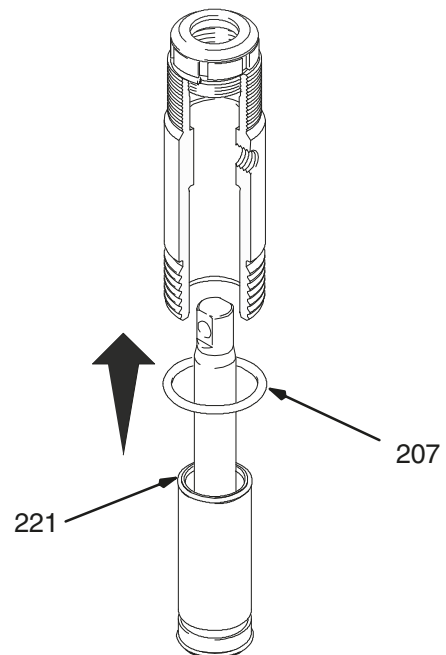

Fig. 17
Fig. 17. Smør fedt på O-ringen (221) og sæt den på foringen. Skub foringen/stempelstangssamlingen ind i bunden af cylinderen. Udskift O-ringen (207), hvis det er nødvendigt.